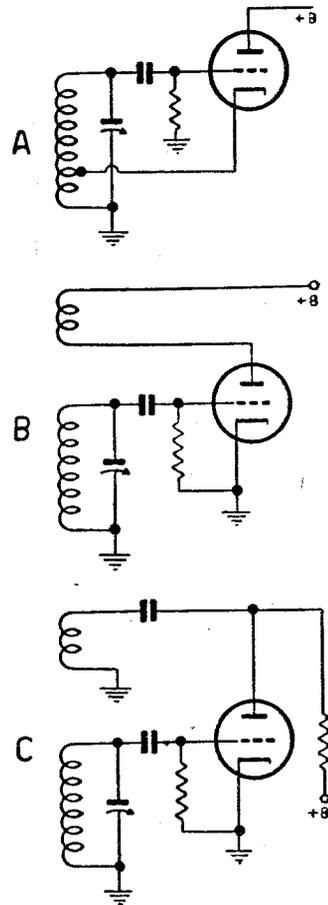

FIG. 4
- Tríodo com realimentação pelo cátodo (fig. 4-A).
- Tríodo com bobina de realimentação no circuito de placa (fig. 4-B).
- Tríodo com acoplamento capacitivo da bobina de realimentação à placa (fig. 4-C).